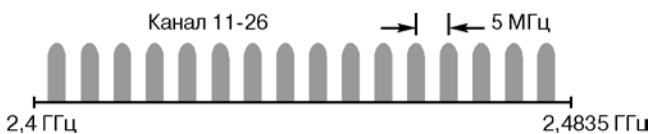

Рис. 1.
- диапазон частот IMS 2,4 ГГц, разделенный на 15 радиоканалов (см.рис.1);